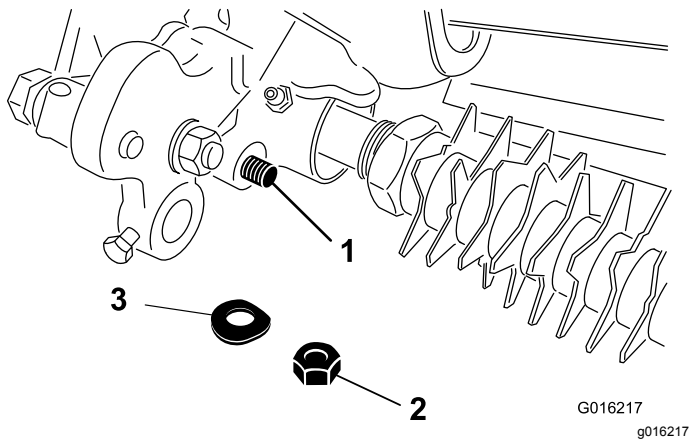

Bild 14
- Befestigen Sie das Stangenende des Einstellarms mit der zuvor entfernten Scheibe und Sicherungsmutter am Groomerantrieb (**Bild 14**).
- Befestigen Sie das Stangenende des Einstellarms mit einer Scheibe und Sicherungsmutter am Groomerantrieb (**Bild 14**).